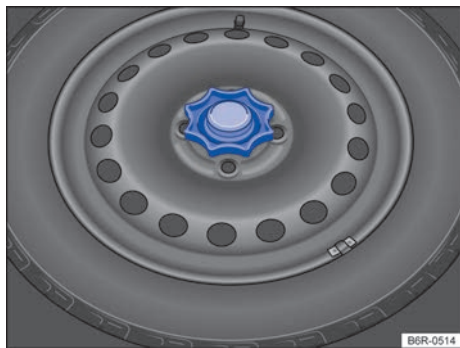

Fig. 146 En el maletero: manivela para fijación de la rueda de emergencia.
- Girar totalmente la manivela ubicada en el medio de la rueda de emergencia → fig. 146 en sentido antihorario y desmontar la rueda de emergencia.